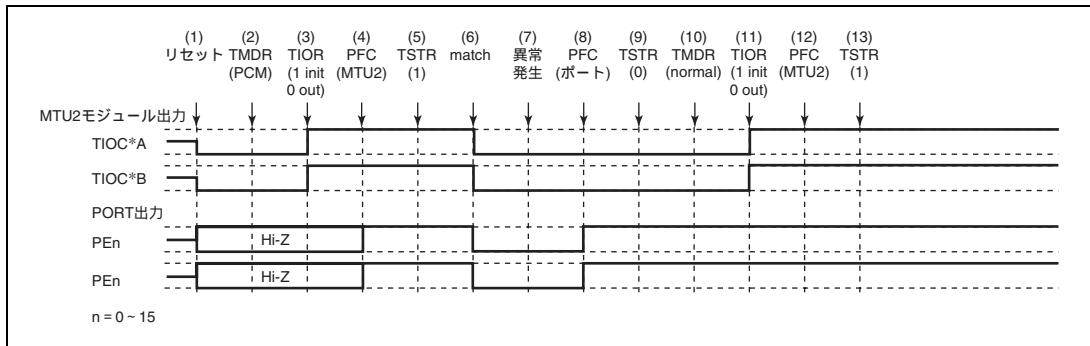

図 11.131 位相計数モードで異常が発生し、ノーマルモードで復帰する場合
位相計数モードで異常が発生し、再設定後ノーマルモードで再スタートする場合の説明図を図 11.131 に示します。
(1) ~ (9) は図 11.131 と共通です。
(10) PWM モード 1 を設定します。
(11) TIOR で端子を初期化してください (PWM モード 1 では TIOC*B 側は初期化されません)。
(12) PFC で MTU2 出力としてください。
(13) TSTR で再スタートします。
(19) 位相計数モードで動作中に異常が発生し、PWM モード 2 で再スタートする場合の動作
(1) ~ (9) は図 11.131 と共に参照ください。
(10) PWM モード 2 を設定します。
(11) TIOR で端子を初期化してください (PWM モード 2 では周期レジスタの端子は初期化されません)。
(20) 位相計数モードで動作中に異常が発生し、位相計数モードで再スタートする場合の動作
(10) 位相計数モードで再スタートする場合には必要ありません。
(11) TIOR で端子を初期化してください。
(21) 相補 PWM モードで動作中に異常が発生し、ノーマルモードで再スタートする場合の動作